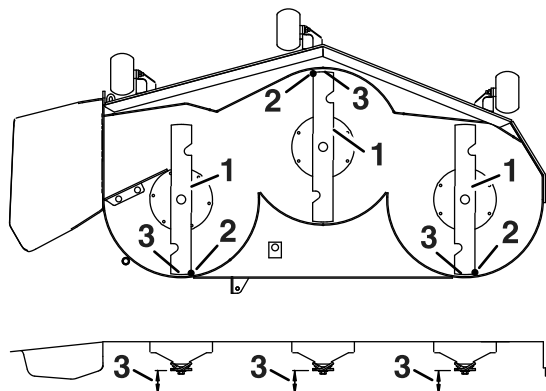

Figure 74
3. Faites pivoter les lames avec précaution pour faire passer les pointes avant à l'arrière (Figure 74).
4. Mesurez la distance entre la pointe de la lame avant et la pointe de la lame arrière par rapport à la surface plane (Figure 74).